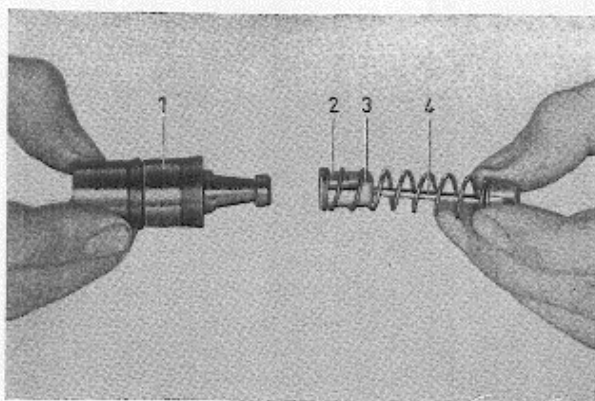

Abb. 49. Zusammenbau des Kolbens.
3. Feder und Federträger (3 Abb. 49) auf Ventilstange (4) aufstecken und das ganze mit dem Kolben zusammenbauen, siehe Abb. 49. Die Sicherungslasche (2) zusammendrücken, so daß sich die Teile nicht lösen können.
4. Dichtung und Kolben in Bremsflüssigkeit tauchen und in den Zylinder einbauen. Druckstange (5), Scheibe und Sicherungsring (6) montieren.